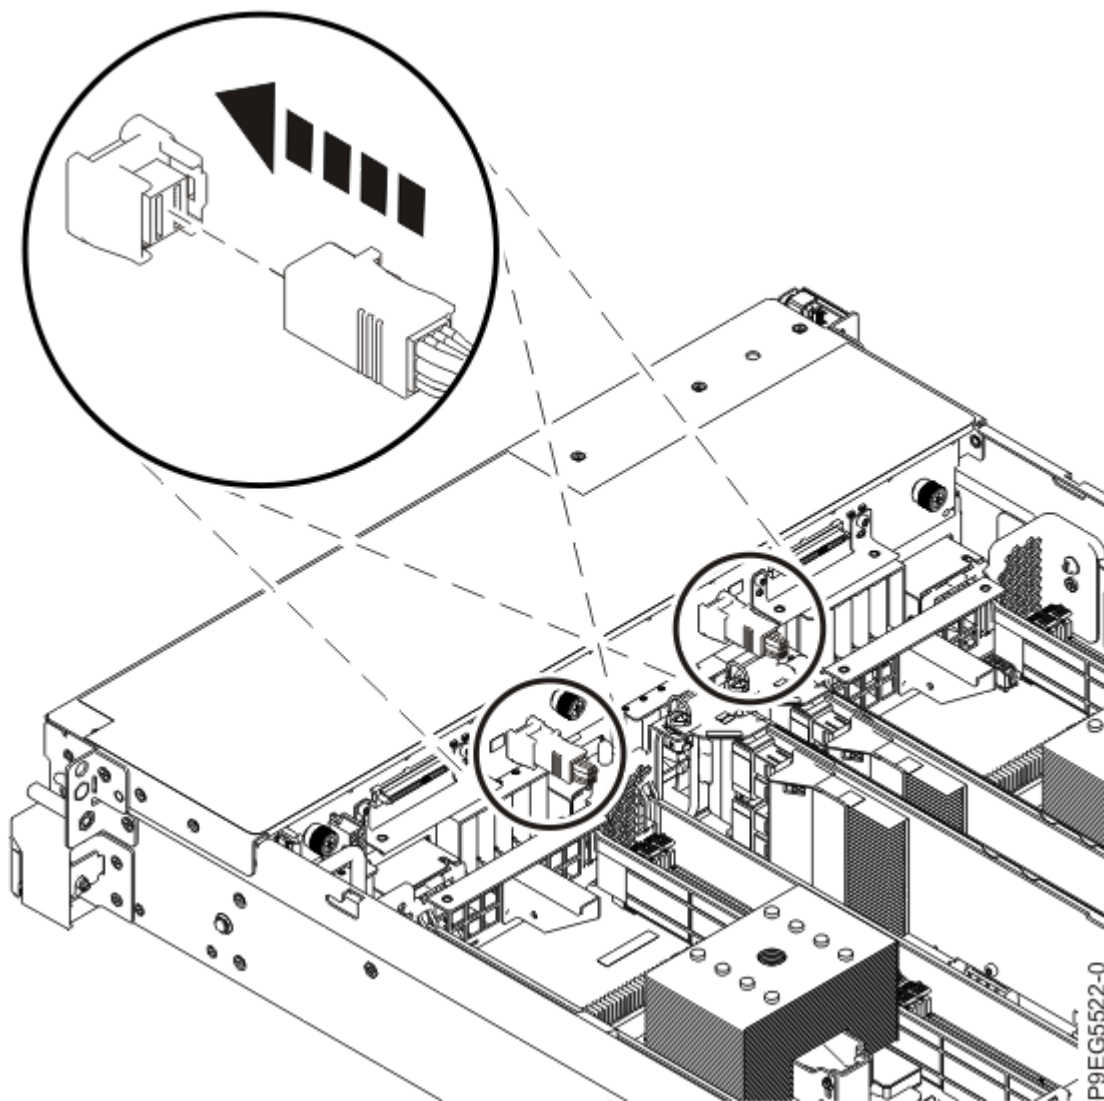

図 16. 前面 SAS ケーブルの再接続
5. ラベルを確認して、前面 SAS ケーブルをディスク・ドライブ・バックプレーンに再接続します (18 ページの図 16 を参照)。